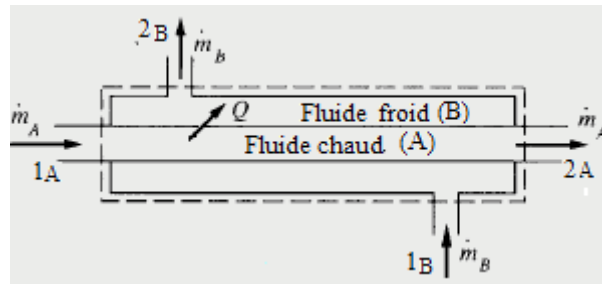

Figure 2.11 : Schéma d'un échangeur de chaleur
Un échangeur de chaleur (Fig. 2.11) transfère de l'énergie thermique ( $Q$ ) d'un fluide chaud (A) à un fluide froid (B). Le système composé des deux fluides (A et B) est supposé